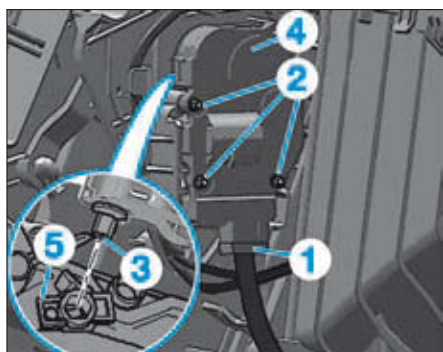

FIG. 36
- Repérer le connecteur (1) (Fig.36).